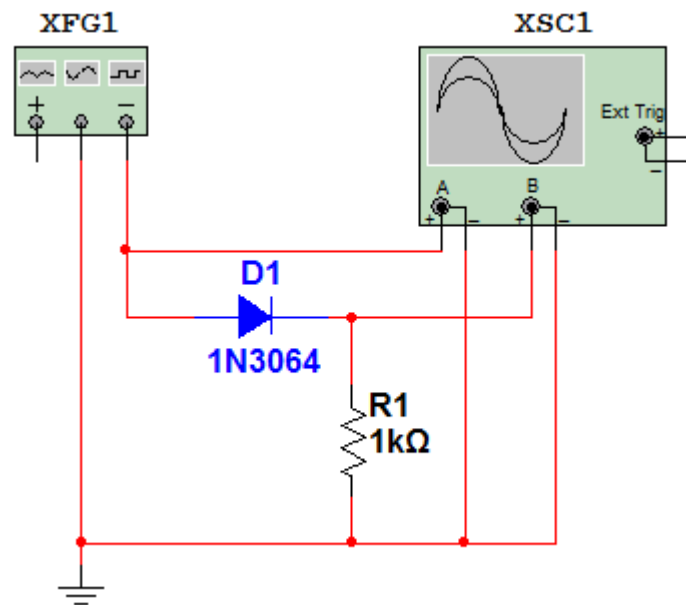

Рис. 2.4. Схема исследований параметров однополупериодного выпрямителя
1) Исследовать работу однополупериодного выпрямителя. Для этого собрать схему, представленную на рис. 2.4. На вход выпрямителя с генератора подавать синусоидальный сигнал напряжением 2 В и частотой 100 Гц. Пронаблюдать выходной сигнал с помощью осциллографа. Записать амплитудные значения входного и выходного напряжения выпрямителя.